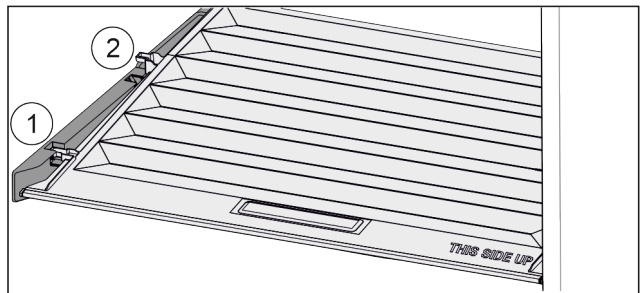

Fig. 53
- ▶ Arrastre hacia adelante Fig. 53 (1) la tapa hasta la abertura en las piezas de soporte.
- ▶ Levántela de la parte trasera desde abajo y quítela Fig. 53 (2) hacia arriba.